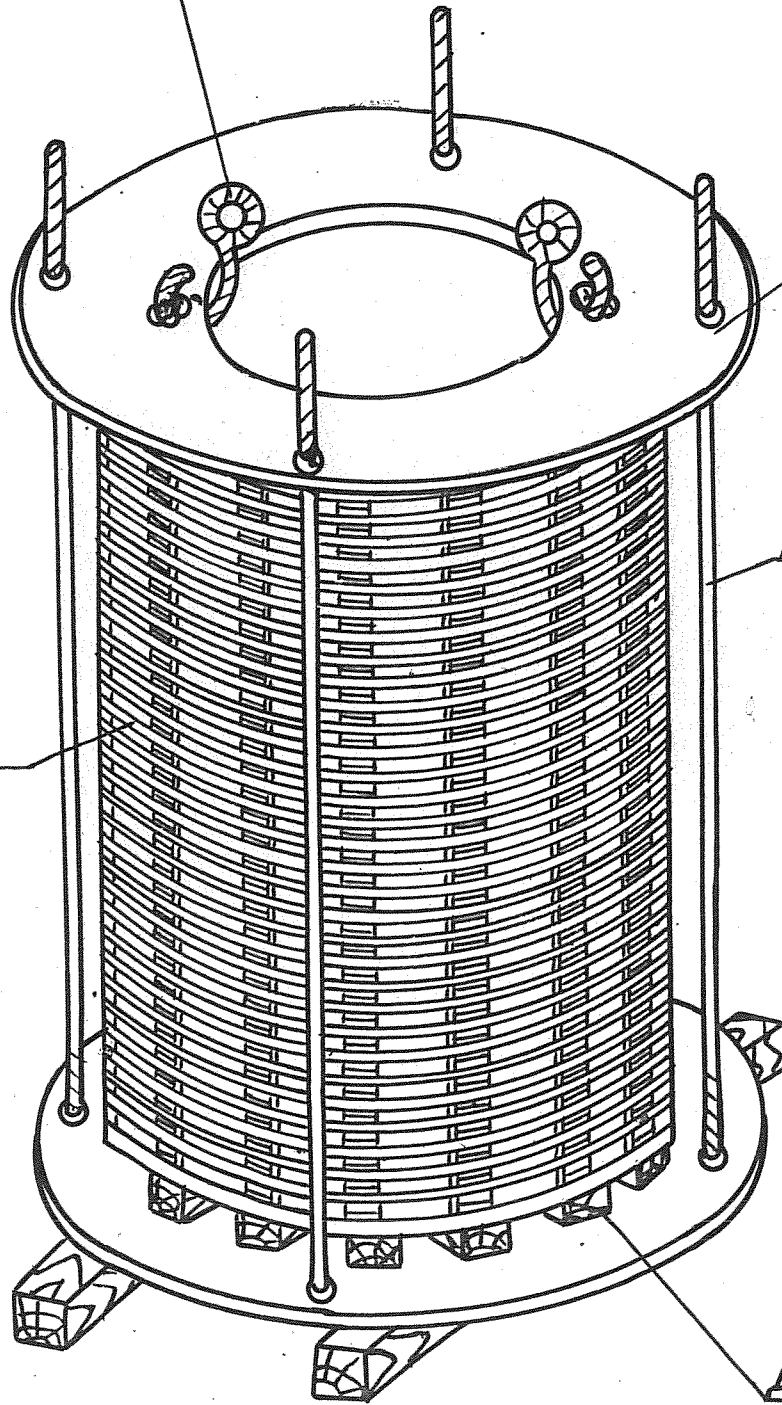

Рис. 5.14. Опрессовка обмотки.
5.6.4. Опрессовку обмоток стяжными шпильками производить руководствуясь следующим (рис.5.14):